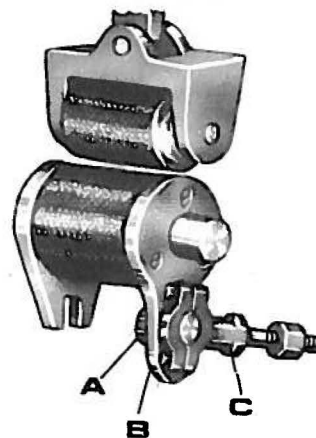

fig. 19
2) Regolazione tiraggio (posteriore)(fig.19)